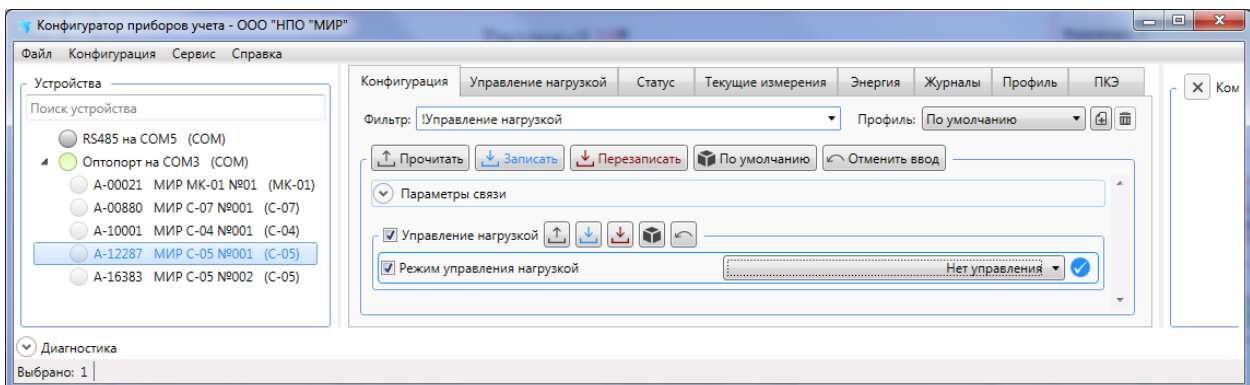

Рисунок 9.20 – Настройка управления нагрузкой
9.7.12.2 По умолчанию управление нагрузкой отключено при этом реле счетчика находится во включенном состоянии (рисунок 9.20).